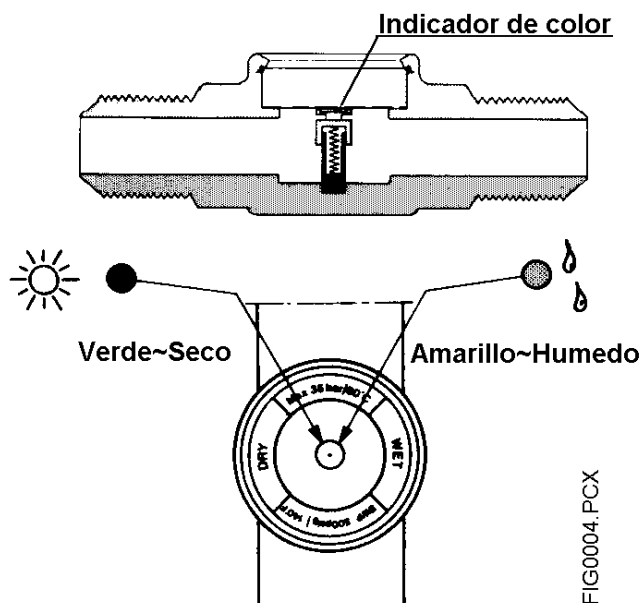

Figura A-13. Visor de líquido e indicador de humedad
A.3.1.13 Visor de líquido e indicador de humedad (Figura A-13)